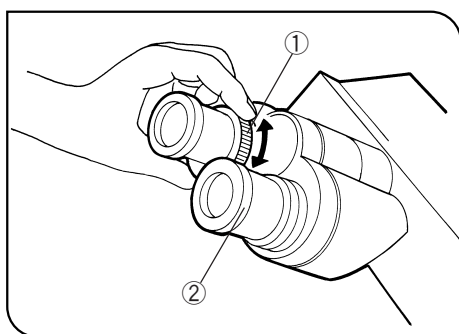

図 12
(図12,13)
- 2) 視度調整環のある側の眼で接眼レンズを覗き、視度調整環①のみを回して試料にピントを合わせます。(図12)
- 1) 右眼で右側の接眼レンズを覗き、視野内の二重十字線がはっきり2本に見えるように、接眼上部②を回します。(図12,13)
- 3) 左眼で左側接眼レンズを覗き、視度調整環①を回して試料にピントを合わせます。